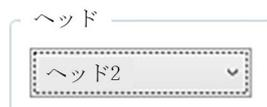

図 5.10.7b ヘッド選択ボックス
⑤ヘッドを設定することもできます。ヘッド2にのみデフォルトコマンドセットを設定する場合、ヘッド2を選択して設定します。すべてのヘッドにデフォルトのコマンドセットを設定する場合、ヘッド選択ボックスをクリックし、残りの各ヘッドを選択してコマンドセットを設定します。ヘッド選択ボックスは図 5.10.7b の通りです。